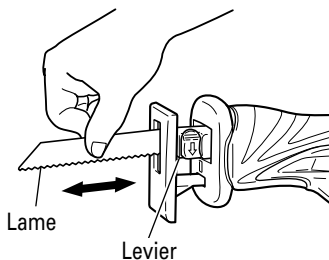

Fig. 10
- (5) De la main, tirer deux ou trois fois de suite sur le dos de la lame pour vérifier qu'elle est solidement fixée. En tirant sur la lame, l'on saura qu'elle est correctement montée si l'on entend un dé clic et que le levier bouge légèrement. (Fig. 10.)